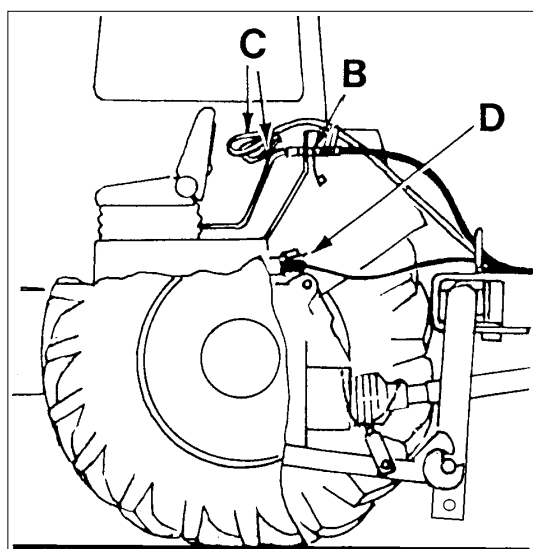

Bild 3-4
- Seile (C) für die Entriegelung der Seitenmaschinen und Kugelhahn betätigen in die Traktorkabine legen.
- Elektrik (D) anschließen (Bild 3-4).